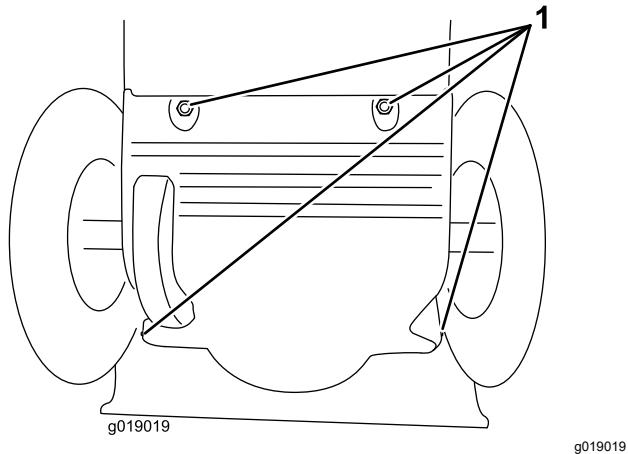

Рисунок 34
- Снимите заднюю крышку (Рисунок 34).